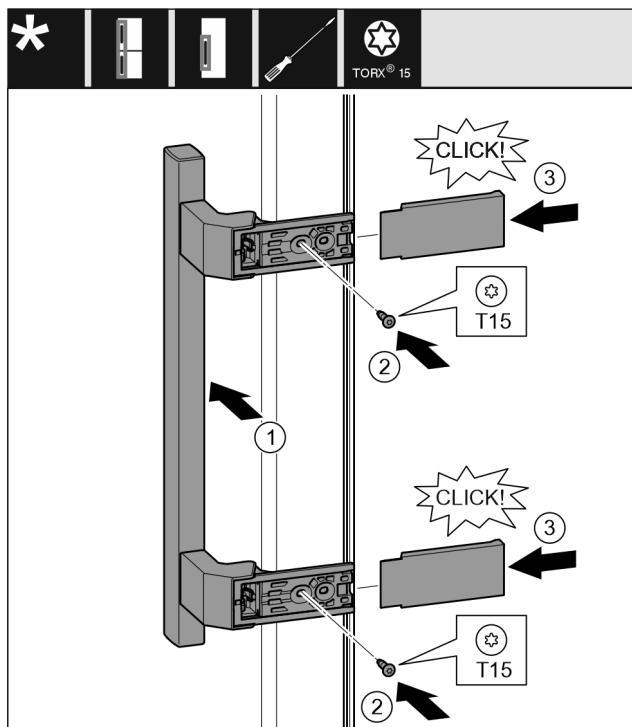

Fig. 11
- Postavite ručku na suprotnu stranu. Fig. 11 (1)
- Pritegnite vijke odvijačem T15. Fig. 11 (2)
- Postavite pokrove bočno i nataknite ih. Fig. 11 (3)